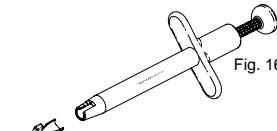

Fig. 16
1. Skyd patronen ind i foreenden på injektoren, og lås den lodrette tap på plads. (Fig. 16 og 17)